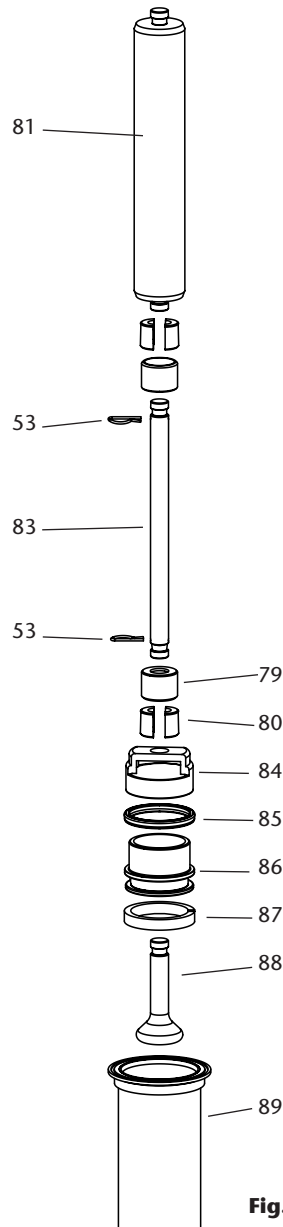
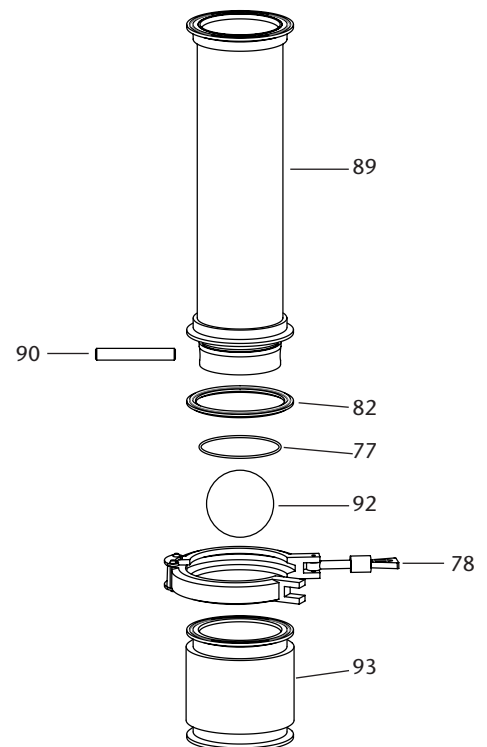

Fig. 13
Fig. 14
12. Manteniendo con una mano el vástago (81) y con otra el cilindro (89), empuje el conjunto del pistón (86) hasta liberarlo del cilindro (fig. 13).
13. Mientras mantiene el vástago (81) en una mano, retire el muelle (53) más cercano al mismo y libérela del conjunto. Ahora ya puede depositar el vástago (81) en un lugar dónde no se dañe.
14. Retire el último pasador (53) y abra el acople restante (80). Ahora ya puede liberar el pistón (86) extrayéndolo de la válvula impulsión (88). A continuación separe las dos mitades del pistón (84,86). Por último extraiga el collarín (85) y la guía (87).
15. Retire la abrazadera (78) del cuerpo entrada fluido (93) y separe el cilindro (89) del cuerpo entrada fluido (93) (fig. 14).
16. Extraiga la junta tórica (91), la junta plana (77) y el pin del cilindro (90). Retire la bola (92) del cuerpo de entrada de fluido (93). Después de realizar la limpieza de los componentes, revise los componentes en busca de desgaste o daños (principalmente las juntas), la bomba ya está lista para su ensamblaje.